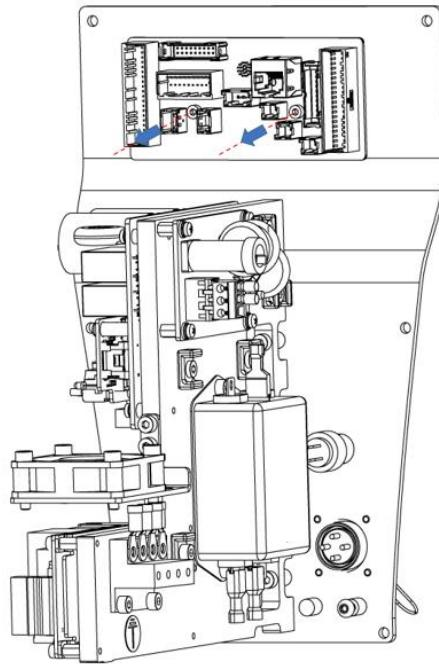

图 5-7 IO 自由分配 PCBA 拆卸示意图
**步骤3** 使用 2.5 号扳手拧松 IO 自由分配 PCBA 上的固定螺钉并取下，螺钉位置如图 5-7 所示。